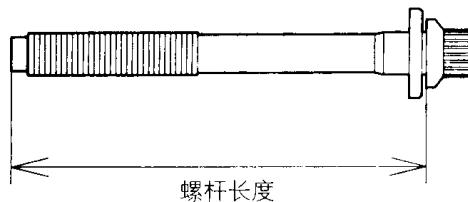

图 2-72 气缸盖螺栓长度
(5) 在安装气缸盖螺栓时一定要使用螺杆部分长度符合标准值要求的螺栓。气缸盖螺栓长度(图 2-72)应在 120.4mm 以内。如超出标准值则应予以更换。